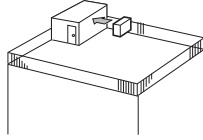

Fig. 2-4
- ① Suuntaa ilman ulostulo lähintä seinää kohti noin 35 cm:n etäisyydelle seinästä. (Fig. 2-4)